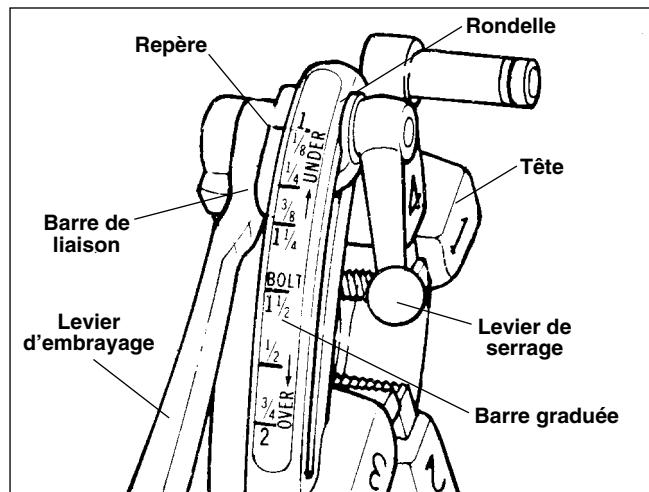

Figure 12 – Tête de filière universelle à ouverture rapide
5. Tête de filière à ouverture rapide N° 811A (*Figure 12*) – Tournez le levier d'embrayage jusqu'à la position CLOSED (fermée).
10. Tête de filière à ouverture rapide N° 811A (*Figure 12*) – Une fois le filetage terminé, relevez le levier d'embrayage à la position ouverte afin de ramener les filières.
NOTA ! La tête de filière universelle N° 811A (*Figure 12*) pour filetage à droite nécessite quatre jeux de filières pour le filetage des tuyaux de $\frac{1}{8}$ à 2 po de diamètre. Un jeu de filières spécial est nécessaire pour chacune des sections suivantes: ($\frac{1}{8}$ po), ($\frac{1}{4}$ à $\frac{3}{8}$ po), ($\frac{1}{2}$ à $\frac{3}{4}$) et (1 à 2 po). Il n'existe pas de filières de $\frac{1}{8}$ po pour pas à gauche. Le filetage des tiges nécessite un jeu de filières spécial pour chaque section de tige. Il n'existe pas de filières à tige filetée pour les têtes de filière à pas à gauche.
NOTA ! La tête de filière universelle à ouverture automatique N° 815A (*Figure 12*) pour filetage à droite nécessite quatre jeux de filières pour le filetage des tuyaux de $\frac{1}{8}$ à 2 po de diamètre. Un jeu de filières spécial est nécessaire pour chacune des sections suivantes: ($\frac{1}{8}$ po), ($\frac{1}{4}$ à $\frac{3}{8}$ po), ($\frac{1}{2}$ à $\frac{3}{4}$ po) et (1 à 2 po). Le filetage des tiges nécessite un jeu de filières spécial pour chaque section de tige.